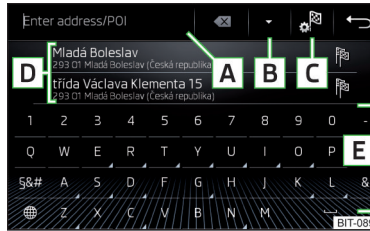
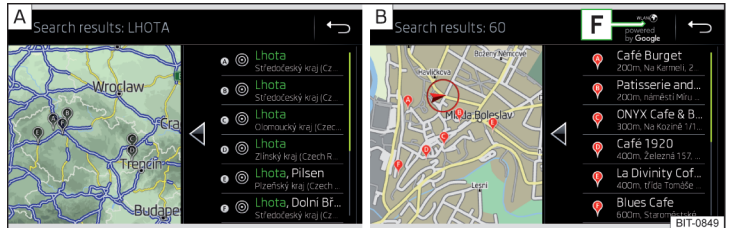

Abb. 158
Abb. 159 Liste der aufgesuchten Ziele: in den Navigationsdaten / online
Funktionsflächen » **Abb. 158** und » **Abb. 159**
Im Bereich **D** » **Abb. 158** wird eine Liste der aufgesuchten Ziele angezeigt.
- ▶ **oder:** Die Funktionsfläche **B** » **Abb. 158** antippen.
-  In den Navigationsdaten aufgesuchte Ziele » **Abb. 159** - **A**.
-  Online aufgesuchte Ziele » **Abb. 159** - **B**.
Im Menü zur Zielsuche im Bereich » Abb. 158 auf Seite 146 wird eine Kurzliste der letzten Ziele angezeigt.